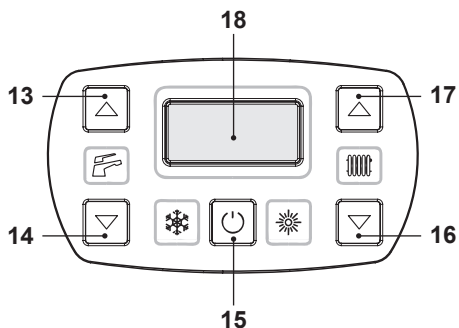
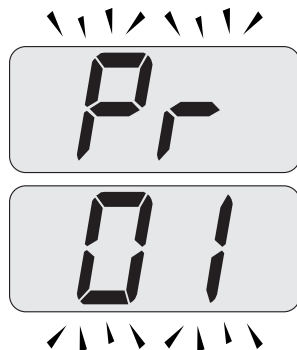
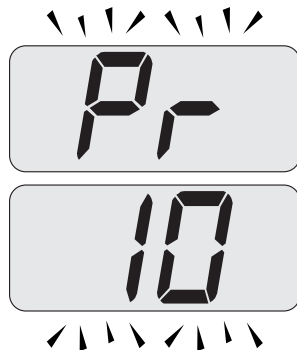

Figura 5.45
Figura 5.46
Figura 5.47
- Entre en la "modalidad de programación" pulsando simultáneamente durante 10 segundos los botones 15 - 16 - 17 (Figura 5.45) hasta que aparezcan en la pantalla LCD las letras **Pr** alternadas con el código **01**, que indican la entrada en el "parámetro 01" (Figura 5.46).
- Desplace los parámetros mediante los botones 16 o 17 hasta que aparezcan en la pantalla LCD las letras **Pr** alternadas con el código **10**, que indican la entrada en el "parámetro 10" (Figura 5.47).
- Pulse simultáneamente los botones 15 y 17 (Figura 5.45) hasta que aparezca en la pantalla LCD el valor del parámetro 10 (30=180 segundos) (Figura 5.48).
- Pulsando el botón 15 (Figura 5.45) se confirma el valor introducido.
- Pulsando simultáneamente los botones y 16 (Figura 5.45) se sale sin modificar el valor (se vuelve a la lista de parámetros Figura 5.47).
- Pulsando simultáneamente durante 10 segundos los botones 15 - 16 - 17 (Figura 5.45) se sale de la "modalidad de programación".